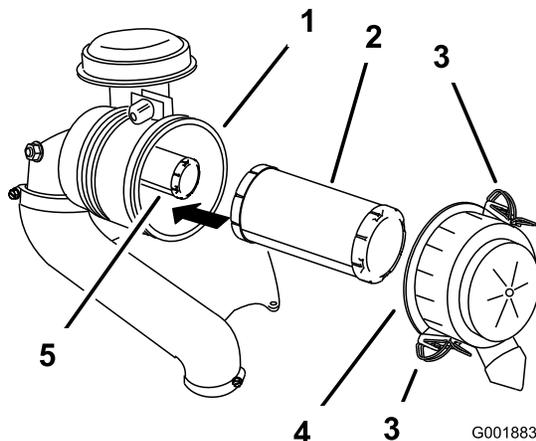

Figure 42
3. Ouvrez les dispositifs de verrouillage du filtre à air et détachez le couvercle du boîtier du filtre (Figure 42).
5. Sortez le préfiltre du boîtier du filtre avec précaution (Figure 42).
2. Si vous remplacez l'élément de sécurité, glissez-le avec précaution dans le boîtier du filtre (Figure 42).
3. Placez ensuite le préfiltre sur l'élément de sécurité avec le même soin (Figure 42).
4. Reposez le couvercle du filtre à air, le côté portant l'inscription **UP** en haut, et fermez les dispositifs de verrouillage (Figure 42).